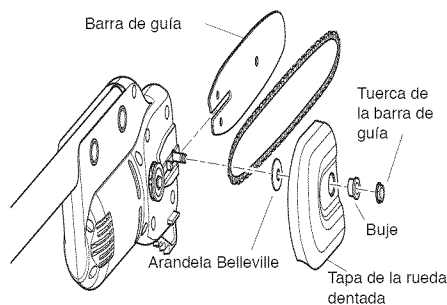

Figura 1 - Instalación de la barra guía
2. Afloje y retire la tuerca de la barra guía, la tapa de la rueda dentada y la arandela (vea la Figura 1).